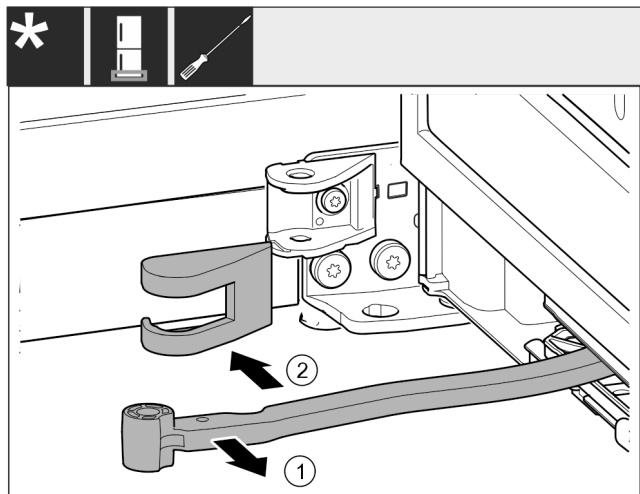

Fig. 16
- ▶ Pasukite lankstą durų kryptimi. Fig. 16 (1)
- ▶ Nuimkite atraminės gembės dengiamąją plokštelę. Fig. 16 (2)